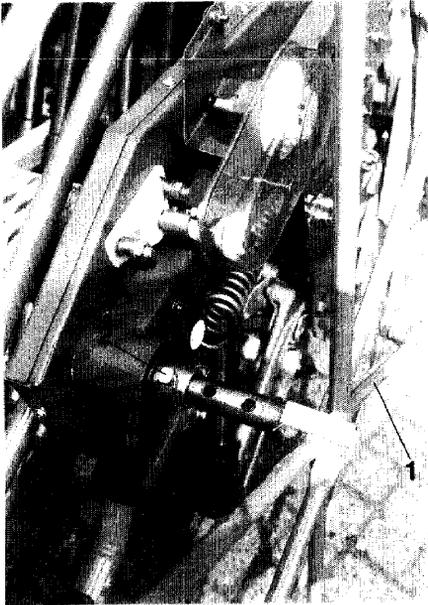

Fig.54
1. Sporenrad (Fig. 54/1) aus der Aufnahme des schwenkbaren Antriebes herausziehen und mit einem Klappstecker (Fig. 54/2) in der zweiten oder dritten Bohrung mit der Aufnahme abstecken.
Sporenrad ganz in die Aufnahme des schwenkbaren Antriebes einstecken und mit dem Klappstecker (Fig. 54/2) sichern.